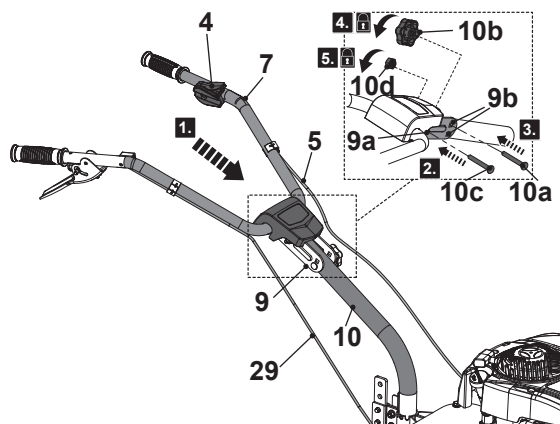

Fig. 5
2. Segure a barra do manípulo superior (7) com a alavanca de velocidade (4) virada para cima, e depois coloque o suporte em forma de U (9) em cima da barra do manípulo inferior (10) (fig. 5, passo 1).
3. Certifique-se de que o cabo de velocidade (5) e o cabo de embraiagem (29) corre para o lado superior das barras de manuseamento (7, 10).
4. Alinhe os orifícios de montagem (9a) do suporte em forma de U (9) e a barra do manípulo inferior (10), e depois passe o parafuso de bloqueio (10c) através dos orifícios de montagem até à extremidade (fig. 5, passo 2).
6. Oscile a barra do manípulo superior (7) para a posição inferior ou superior, alinhe os orifícios de posicionamento (9b) do suporte em forma de U (9) e a barra do manípulo inferior (10), e depois passe o parafuso de posicionamento (10a) através dos orifícios de posições até à extremidade (fig. 5, passo 3).
**NOTA:** Existem duas posições de altura de manípulo na barra do manípulo superior (7). Não utilize o produto com a barra do manípulo superior (7) ajustada para outra posição ou posição intermédia.
7. Aparafuse o botão giratório (10b) no sentido dos ponteiros do relógio através da rosca do parafuso de posicionamento (10a) e aperte-o (fig. 5, passo 4).
8. Aperte a porca (10d) na rosca do parafuso de bloqueio (10c) para segure a barra do manípulo superior (7) em posição. (Fig. 5, passo 5).